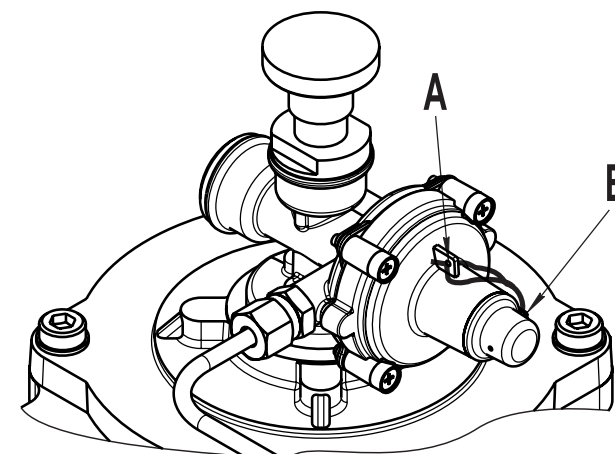

Рис. 8
#### 4.11 Пломбирование предохранительно-запорного клапана (рис. 8).
4.11.2 Для пломбировки используйте проволоку диаметром 0,8 - 1,5 мм, которую необходимо протягивать через отверстия, расположенные в корпусе ПЗК и колпачке (рис. 8, места А и Б).